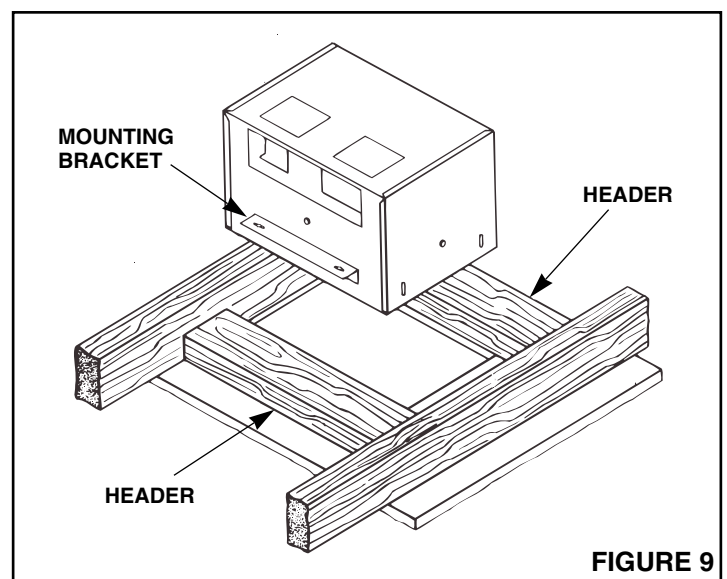

FIGURE 9
4. Refer to Figure 9. Mark cutout along marked line.
4. Voir Figure 9. Découper en suivant les lignes.